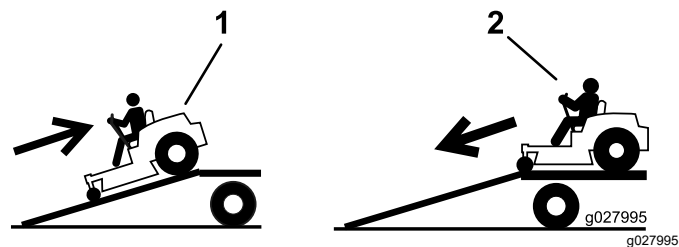

Figura 33
4. Urcai maina pe rampă cu spatele (Figura 33).
2. Coborâi maina de pe rampă cu faa (Figura 33).